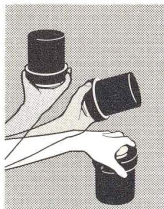

FIG. 2
- 2 Kiep de tank na een minuut, en draai hem meteen weer in rechtopstaande stand (zie fig. 2).